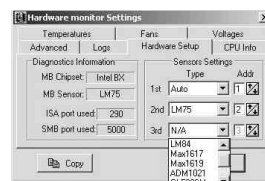

图4
1. Hardware Setup(监控硬件设置):在进行其它具体功能的设置前我们必须先设置温度监控芯片的个数以及型号(图4)。其中Diagnostic in-